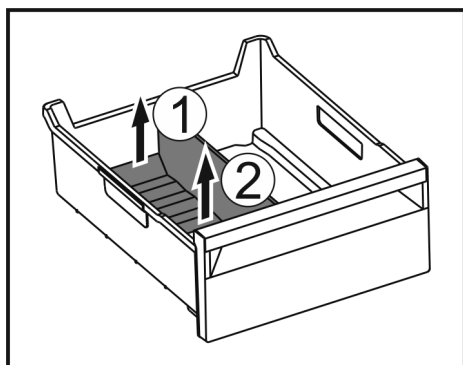

Fig. 192
- 提升冰格分隔器后部。 Fig. 192 (1)
- 向上取出冰格分隔器。 Fig. 192 (2)